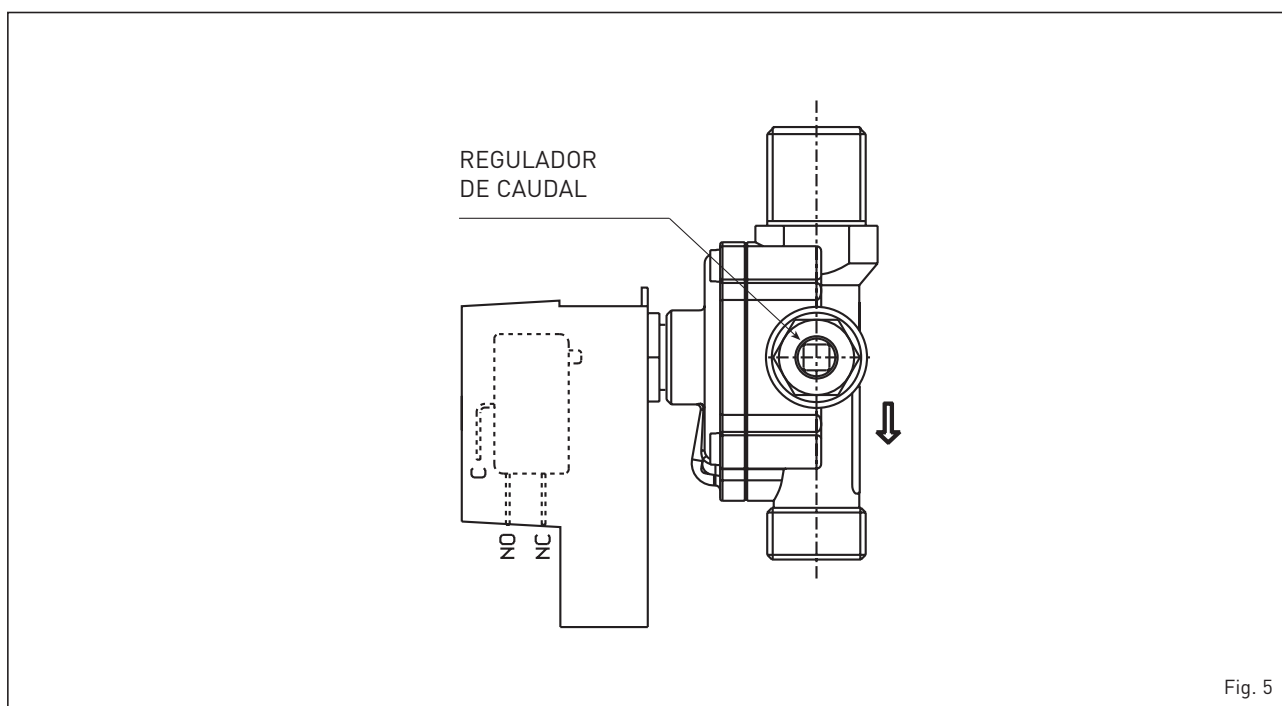

Fig. 5
2.2.2 Produção de água sanitária "DUETTO HE" (fig. 5)
Para regular o caudal de água sanitária actuar no regulador de caudal do pressóstato da água (fig. 5):